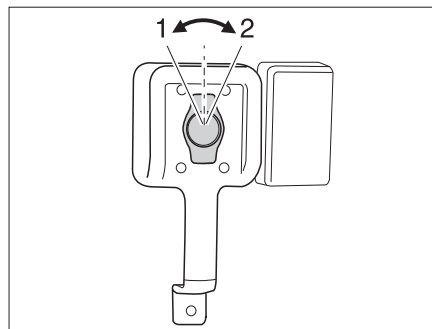
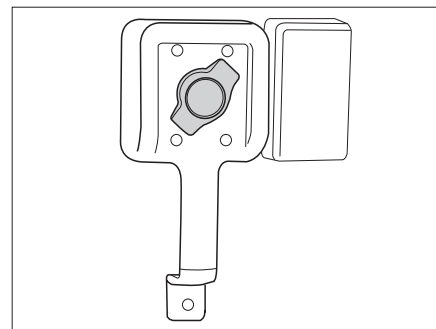

Fig. 33 Serrure de la porte cellule, à l'intérieur, ouverte
Fig. 34 Serrure de la porte cellule, à l'intérieur, verrouillée
- Tourner le bouton de la porte dans le sens inverse des aiguilles d'une montre (Fig. 33,1). La serrure de la porte est déverrouillée.
- Tourner le bouton de la porte d'environ 45° dans le sens des aiguilles d'une montre (Fig. 33,2) et le laisser dans cette position (Fig. 34).